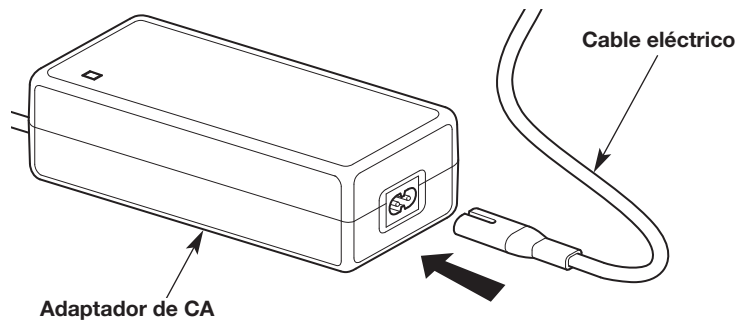

Fig. 6
1. Enchufe el cable de alimentación en el adaptador de CA (Fig. 6).